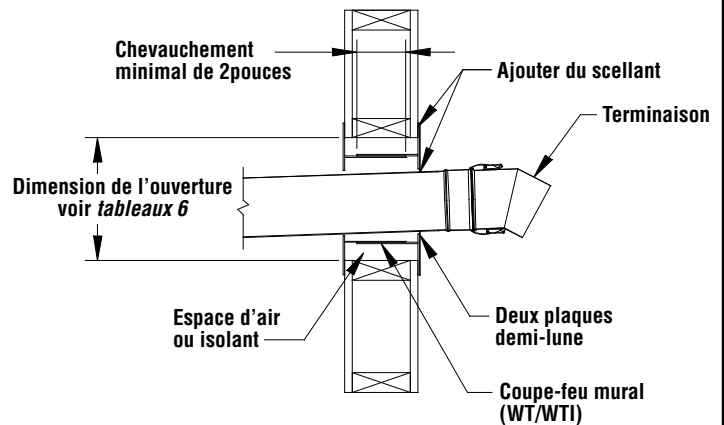

Figure 8 - Pénétration murale
- 1- Avant l'installation, assurez vous de la position du coupe-feu mural (WT) ou du coupe-feu mural isolé (WTI) afin de vous assurer de maintenir la pente minimale de 1/4pouce par pied dans la section horizontale de la cheminée, ceci afin d'assurer un bon écoulement de la condensation
- 3- Installer le coupe feu mural en insérant la partie la plus large vers l'appareil (côté intérieur). voir **figure 8**